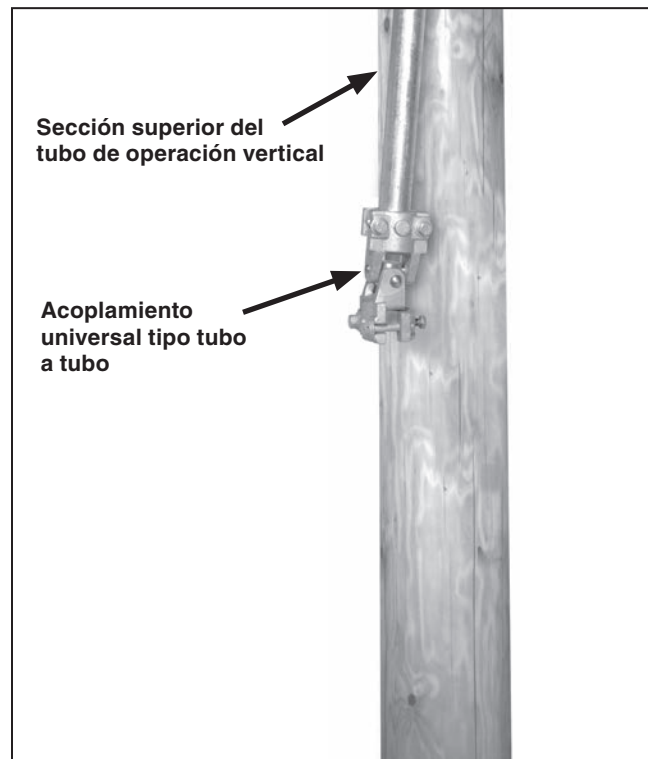

Figura 17. Sujete el acoplamiento universal tipo tubo a tubo al extremo más bajo del tubo de operación vertical.
PASO 12. Sujete un acoplamiento universal tipo tubo a tubo al extremo inferior de la sección superior del tubo de operación vertical. Vea la Figura 17. Saque el tornillo perforante de sujeción fuera del acoplamiento para que la punta no sobresalga del cuerpo del acoplamiento.